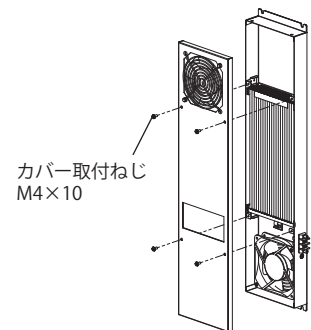

図4
1. カバー取付ねじ M4×10 (PHE-15C(-2)B : 4カ所、PHE-20C(-2)B・30C(-2)A・40C(-2)A・60C(-2)A : 5カ所) をゆるめて、カバーを取外してください。(図4)